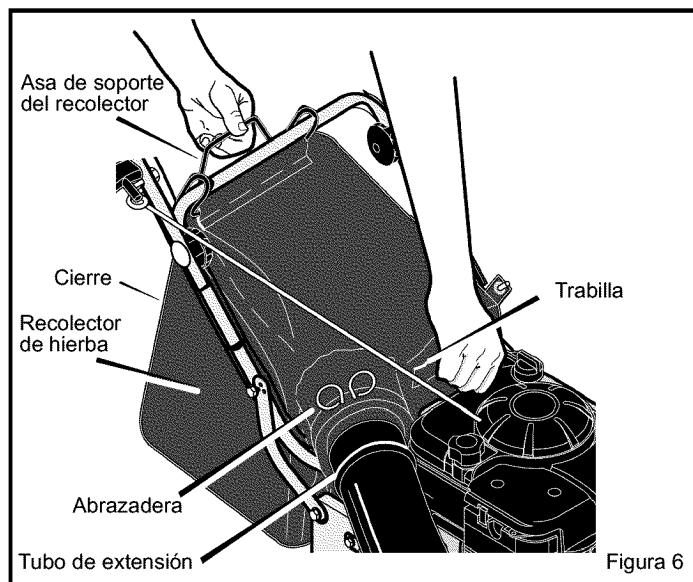

Figura 6
2. Levante la parte trasera del **recolector de hierba** usando el **asa de soporte** y levante la parte delantera del **recolector de hierba** usando la **trabilla** (vea la Figura 6).